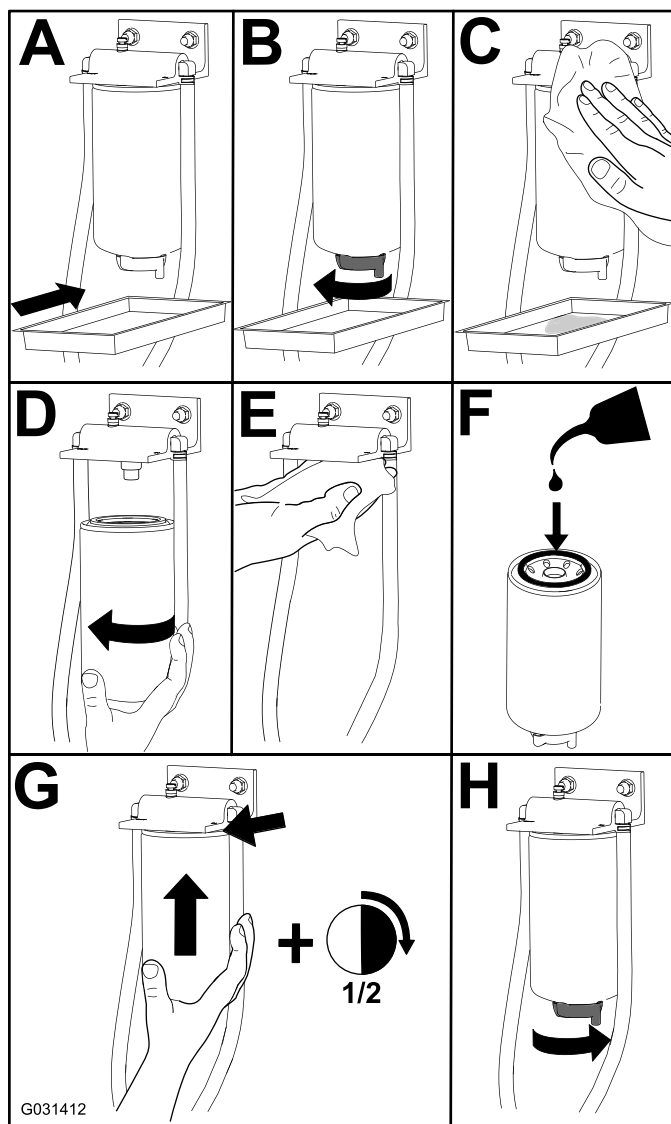

Bild 54
1. Wechseln Sie den Kraftstoff-/Wasserabscheider aus, wie in Bild 54 dargestellt.